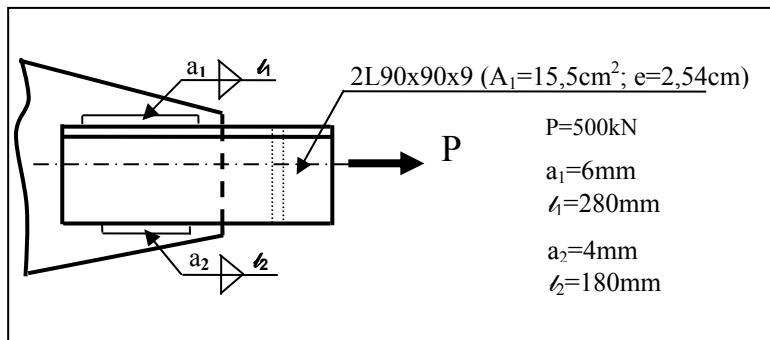

Fig. 4
05) Verificarea cordoanelor de sudura ale imbinarii din Fig. 4 se face astfel: